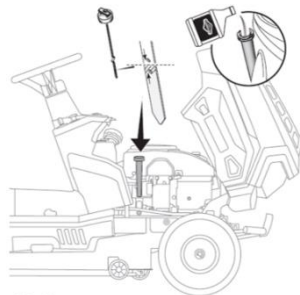

Fig.10
3. Scoateți joja (Fig.10). Ștergeți uleiul rămas pe ea.